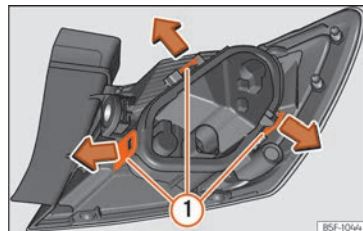

Abb. 116 Befestigungsglaschen Rückseite Heckleuchte.
- Bauen Sie den Lampenträger » **Abb. 116** aus, indem Sie die Befestigungsglaschen ① entriegeln.